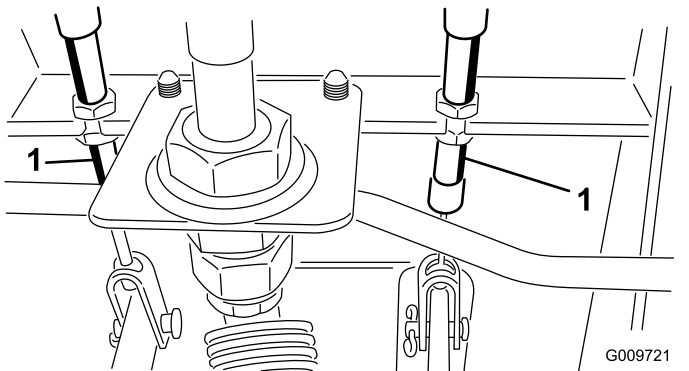

Figure 101
- A. Desserrez l'écrou avant sur l'extrémité filetée du câble de frein (Figure 101).